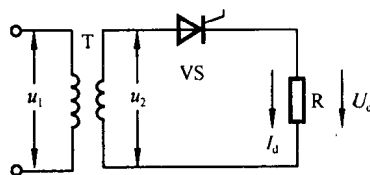

图 10.2 例 10-2 图
**例 10-2** 如图 10.2 所示, 在单相半波可控整流电路中, 设负载为纯电阻, 交流电源电压  $U_2$  为 220V, 输出的直流平均电压  $U_d = 50\text{V}$ , 输出电流平均值  $I_d = 20\text{A}$ 。试求: